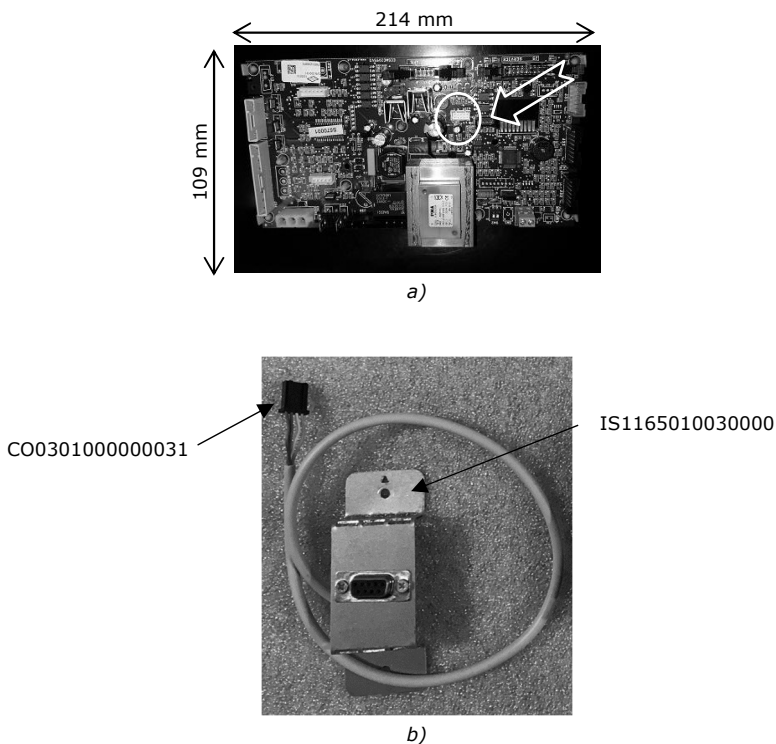

Figura 13 – Instalação módulo Wi-Fi V1
• **Placa Blue (equipamentos da Tabela 1 - Coluna A):** Primeiramente deve instalar Módulo Wi-Fi à Placa eletrônica utilizando o cabo de conexão (CO0301000000031) e a entrada J7 nas placas Blue Board (Figura 13-a e Figura 13-b).